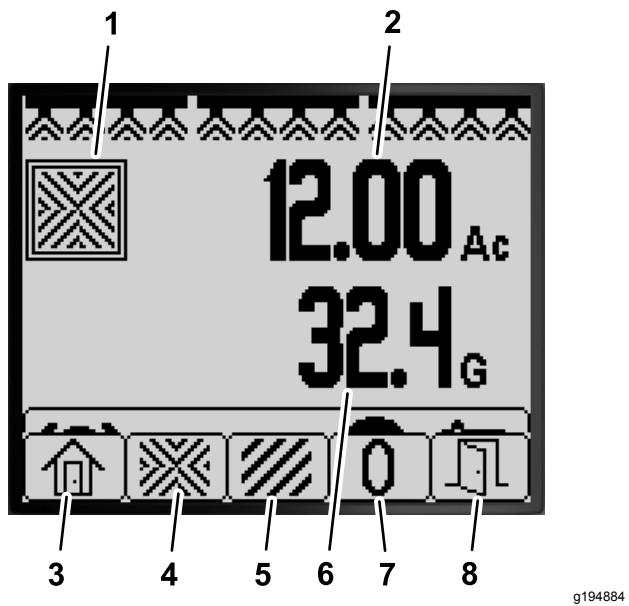

Figura 76
1. A partir do Ecrã inicial, prima e mantenha premido momentaneamente qualquer botão para abrir a barra do menu (Figura 75 e Figura 76).
2. Prima o botão 2 para o ecrã Área total (Figura 76).
3. Utilize os botões do InfoCenter (Figura 76) para executar as seguintes ações: